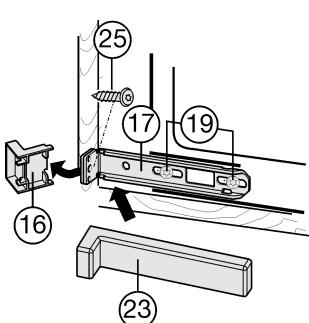

Fig. 18
- Schrauben Fig. 18 (19) etwas lockern.
- Unteren Befestigungswinkel Fig. 18 (17) mit Spanplattenschraube Fig. 18 (25) ø4x19 an der Möbelwand festschrauben.
- Das überstehende Ende der Abdeckung Fig. 18 (16) abbrechen. Es wird nicht mehr benötigt.
- Schrauben Fig. 18 (19) festziehen.
- Abdeckung Fig. 18 (23) auf den unteren Befestigungswinkel Fig. 18 (17) aufsetzen.